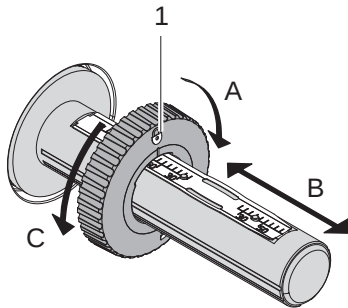

Figura 11 Ajuste del posicionador
3. Ajustar el posicionador (1) sobre el desbobinador (3) conforme a la anchura del ribbon (Figura 11):
- Sujetar firmemente el bobinador y desbloquear el posicionador (1) girando en sentido A.
- Deslizar el posicionador (1) en la dirección B y ajustarlo a la anchura del ribbon con la escala.
- Sujetar firmemente el bobinador y bloquear el posicionador (1) girando en sentido C.
4. Desplazar el carrete de ribbon (5) hasta el posicionador (1) sobre el desbobinador (3) de tal forma que el recubrimiento de color del ribbon se oriente hacia abajo al desbobinar.